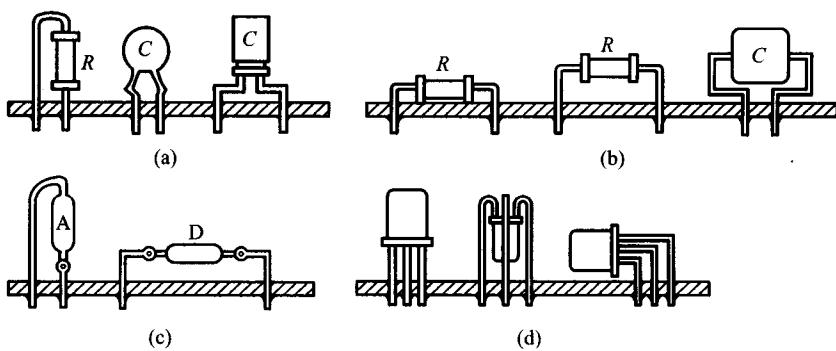

图 1-11 电子元件在印制电路板上的装置方法
- (1) 清除元件各引脚处的氧化层,并搪锡。
- (2) 确认元件各焊脚所对应的位置后,将引脚插入孔内,剪去多余的部分,然后迅速下焊。
- 电子元件在印制电路板上的装置方法如图 1-11 所示。